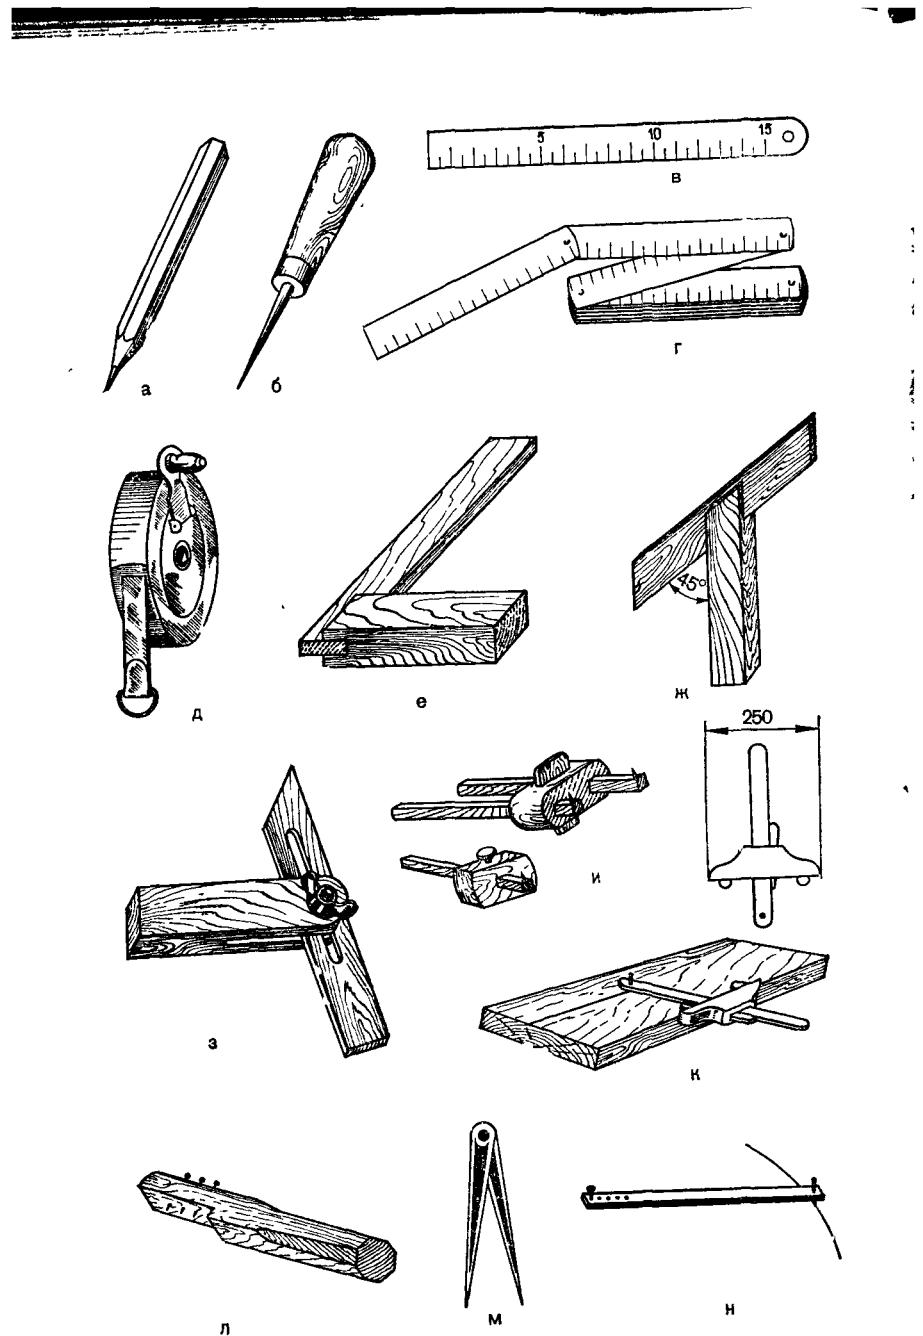

Рис. 14. Разметочные
**Разметочные и проверочные инструменты.** К изготовлению какой-либо детали можно приступить только после разметки заготовки, в процессе работы необходимо проверять размеры и форму изготавляемой детали. Для этого служат разметочные и проверочные инструменты — карандаш, шило, линейка, метр, рулетка, угольник, рейсмус, гребенка, циркуль, отвес, уровень (рис. 14).